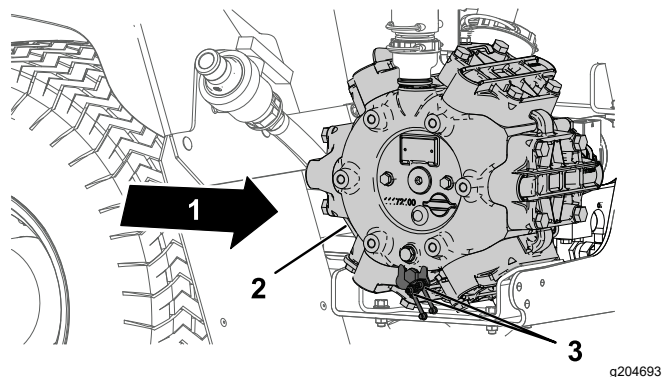

Figura 67
- Pulite con un panno i 2 raccordi di ingrassaggio remoto (Figura 67).
- Punto d'ingrassaggio (2)
- Pompate del grasso nel raccordo di ingrassaggio remoto (Figura 67).